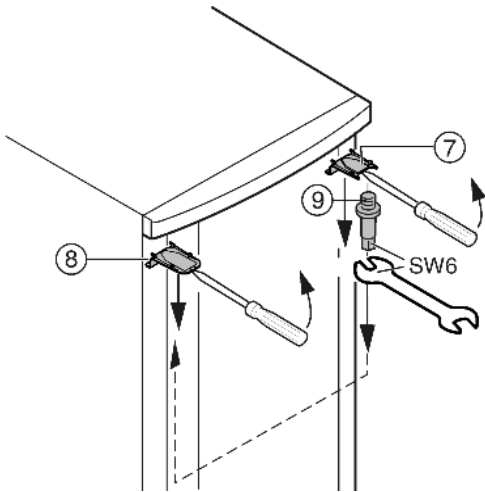

Fig. 7
- ▶ Ylhäältä kansi Fig. 7 (7) ja kansi Fig. 7 (8) irrotetaan lukituksesta ruuvimeissellä apuna käyttäen ja vedetään vinottain alas.
- ▶ Kierrä laakeritappi Fig. 7 (9) irti ja ruuvaa kiinni vastakkaiselle puolelle (4 Nm:n tiukkuuteen).
- ▶ Kansi Fig. 7 (7) asennetaan laakeritapin puolelta taas paikalleen: takaa paikalleen, edestä painetaan lukitukseensa.
- ▶ Kansi Fig. 7 (8) asennetaan vastakkaiselta puolelta taas paikalleen: takaa paikalleen, edestä painetaan lukitukseensa.
- ▶ Ripusta ovi ylhäältä laakeritapin Fig. 7 (9) varaan.